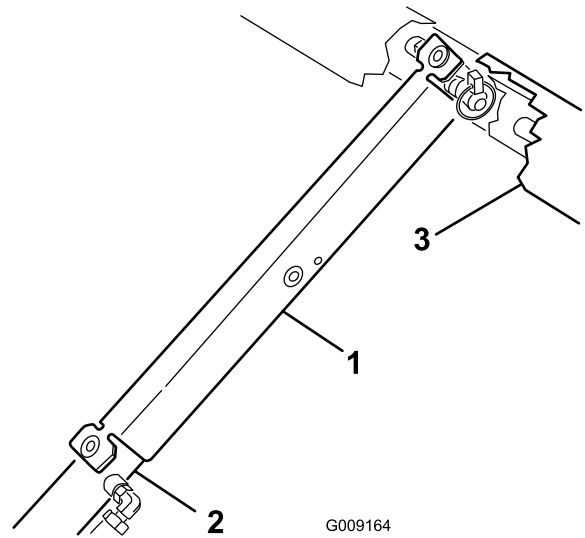

Figure 31
3. Poussez la béquille de sécurité sur la tige du vérin et appuyez bien les languettes d'extrémités contre l'extrémité du corps du vérin et l'extrémité de la tige du vérin (Figure 31).